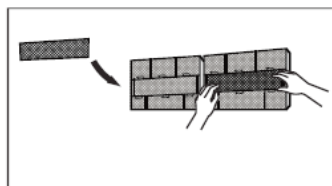

fig. 19 -
4. Retirez le filtre purificateur d'air à l'arrière du filtre principal ("fig. 19 -") et nettoyez-le avec un aspirateur